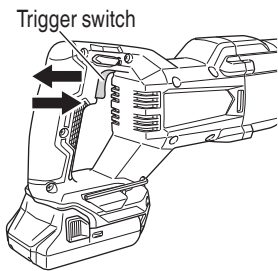

Fig. 17
- (2) Trigger switch (Fig. 17)